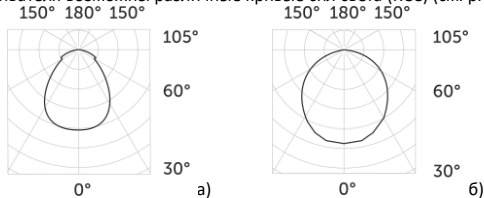

Рисунок 3: а) Микропризма 90°, б) Опалполикарбонат (120°).
3.5. В зависимости от типа рассеивателя возможны различные кривые сил света (КСС) (см. рисунок 3).